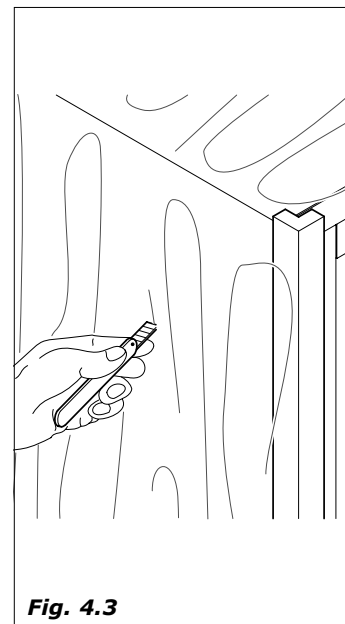

Fig. 4.3
- Liberare il distributore dal suo imballo, tagliando il film protettivo in cui è avvolto, lungo uno degli angolari di protezione (Fig. 4.3).